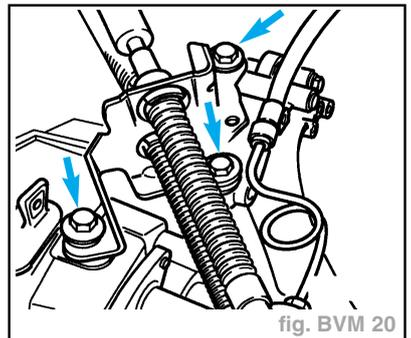

fig. BVM 20
- Retirer le palier du câble de la boîte de vitesses (flèches) et le mettre de côté (fig. BVM 20).